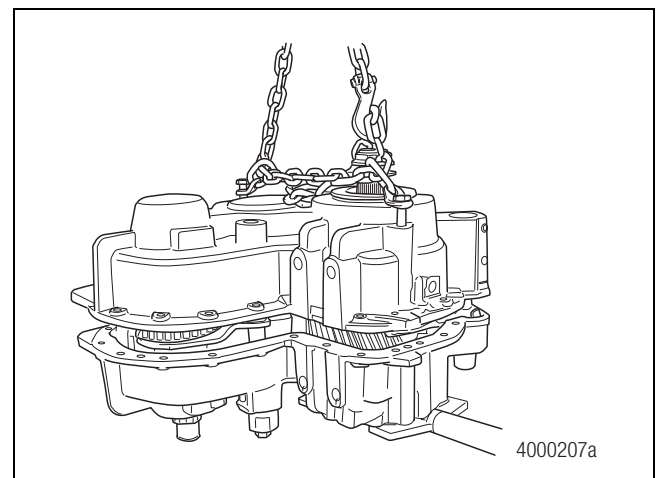

Figure 6.16
14. Utiliser un dispositif de levage approprié pour installer l'ensemble du carter arrière et de l'arbre de sortie sur le carter avant. Figure 6.16. Guider le carter sur la fourchette de commande et la tige de poussée pendant l'alignement des carters.